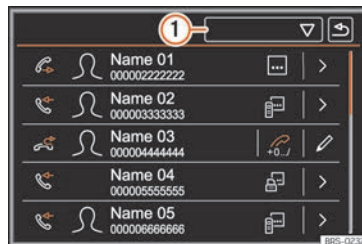

Abb. 229 Menü Anrufe (Anruflisten).
- Funktionsfläche  » » **Abb. 229**  antippen.